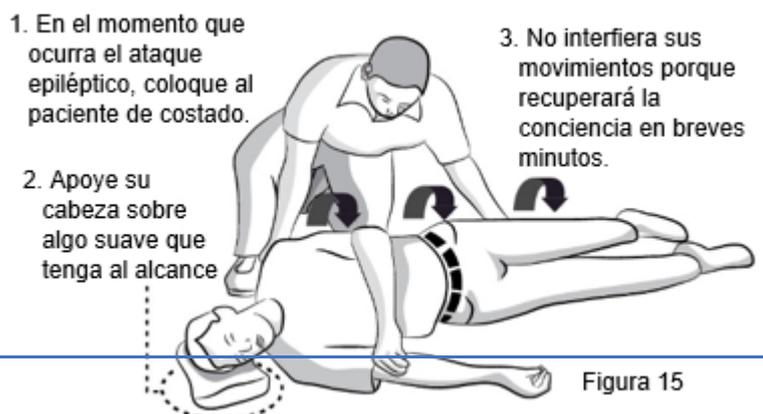

Figura 15
- Voltee a la persona suavemente hacia un lado (figura 15). Esto mantendrá las vías respiratorias despejadas.